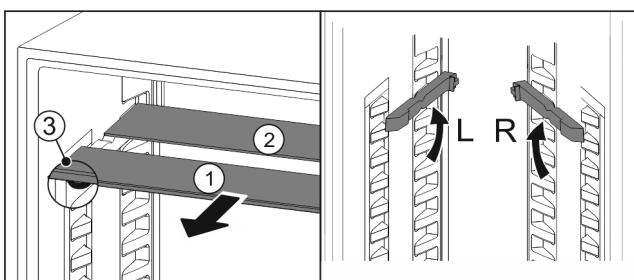

Fig. 58
- ▶ Steklene plošče posamično izvlecite Fig. 58 (1) naprej.
- ▷ Steklена plošča Fig. 58 (1) z okrasno letvijo je spredaj.
- ▷ Zaustavljalniki Fig. 58 (3) so obrnjeni navzdol.